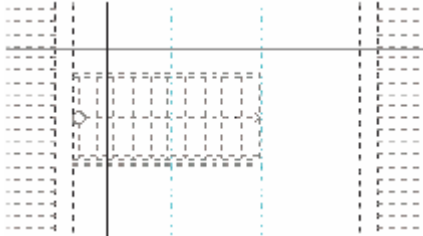

Рис. 1.4-2
6. Переместите курсор в виде креста на рабочей площади над лестницу 2.NP/2.НЭ (Рис. 1.4-2).